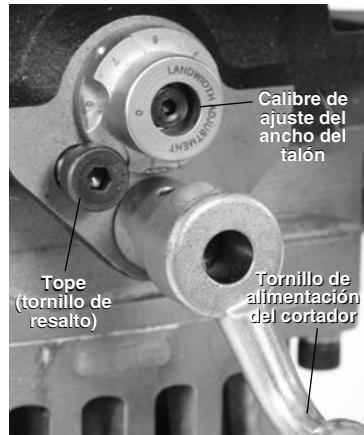

Figura 18 – Fijación del calibre de ajuste del ancho del talón
- Fije el ancho del talón del bisel (*Figura 18*) con el calibre de ajuste. Si el calibre está en 0, no habrá talón en el extremo del tubo. Cada paso adicional en el cal-
haga girar el tornillo de alimentación del cortador (*Figura 18*). Conecte el cabezal cortador con la pieza trabajada hasta que el tope toque el calibre de ajuste del talón. No use aceite de corte ni refrigerante.